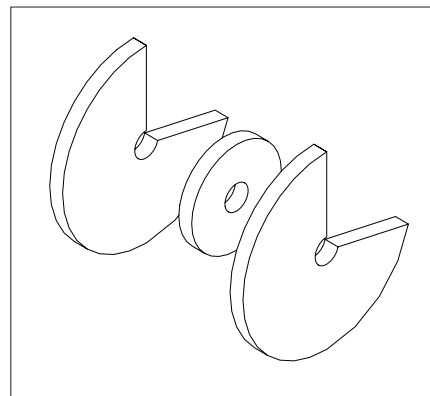

Fig. 3
4. Répéter l'étape 3 pour réaliser une seconde fixation, en symétrie de la première. Préparer le mécanisme 1 avec une pièce n°4 et deux pièces n°5 (Fig. 3) ;